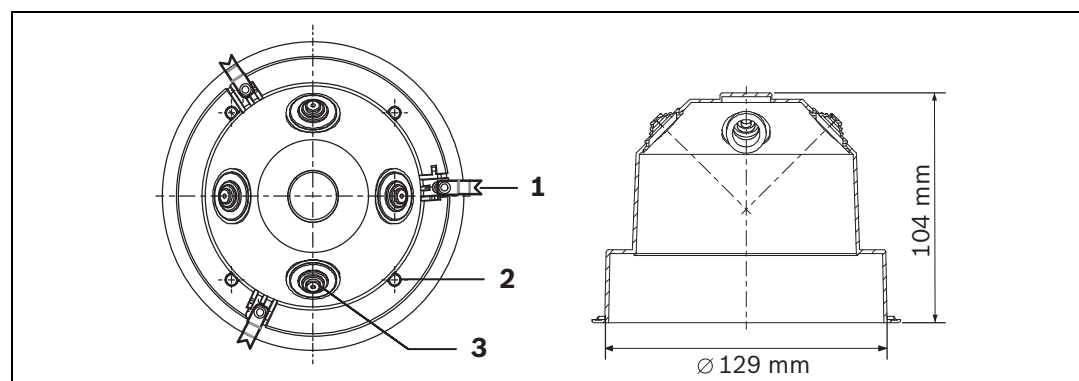

Figure 3.2 Vues en plan et de côté du boîtier arrière pour montage au plafond FAA-500-BB
- Tirez le câble par l'un des passe-câbles (voir *Figure 3.2 (3)*). Une attache de câble autour de la gaine permet d'éviter d'arracher accidentellement le câble.
- Serrez les attaches (voir *Figure 3.2 (1)*).